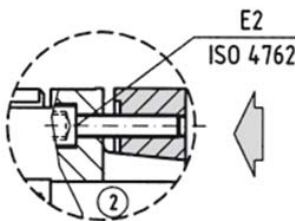
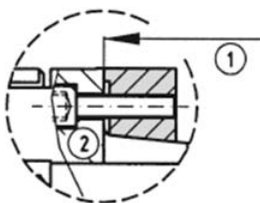

Bild5:
Bild6:
- ◆ Sicherstellen, dass die Klemmschraube(n) der Kupplungshälfte gelöst und der Klemmring (Bild2, Pos.4) und die Kupplungsnabe (Bild5, Pos.2) auseinander gezogen sind.
- Die Befestigungsschrauben (Bild5, Pos.E2) mittels Drehmomentschlüssel in 3 Umläufen mit 1/3, 2/3 und dem ganzen Anzugsmoment (siehe Tabelle) überkreuz anziehen bis der Klemmring an der Kupplungshälfte anliegt. Der Festanschlag (Bild6, Pos.1) an der Kupplungshälfte (Bild6, Pos.2) verhindert eine zu hohe Vorspannung des Konusklemmrings und garantiert dadurch eine hohe Rundlaufgenauigkeit.